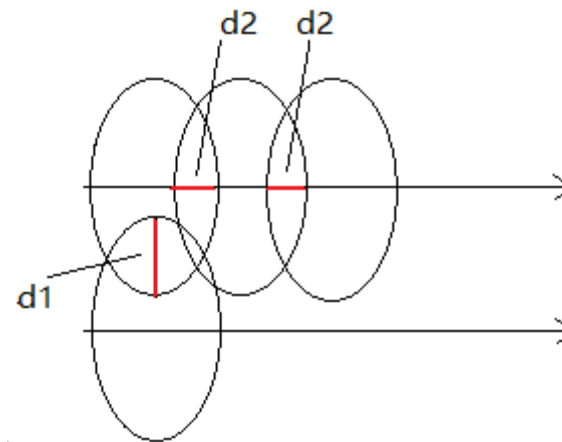

图7 沿短轴喷涂俯视图
②当喷涂图形的短轴与喷涂方向一致时，即如图7. 此时沿着喷涂方向的喷枪搭接间隔为 $d_2 = 41.2128\text{ mm}$ 路径间搭接间隔为 $d_1 = 107.9115\text{ mm}$.